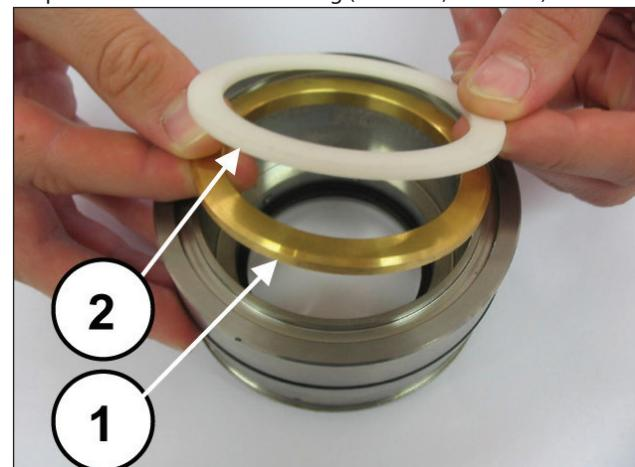
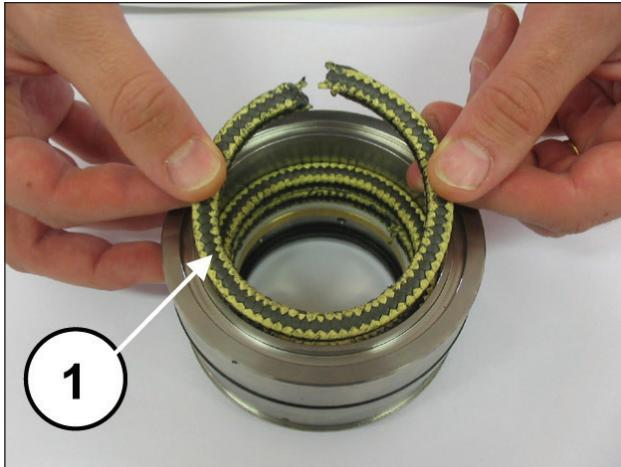
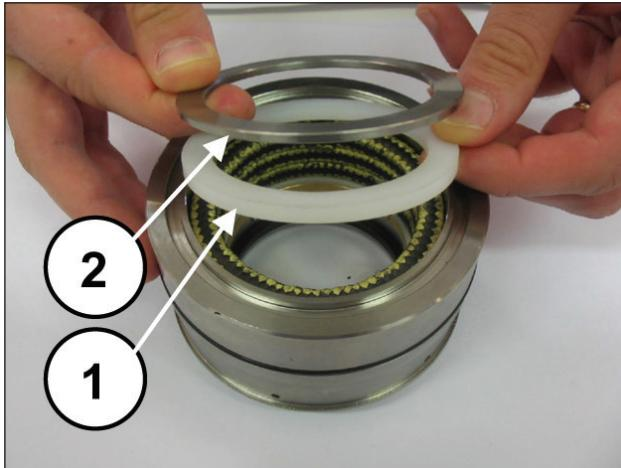

Abb. 170
Abb. 171
Abb. 172
Montieren Sie den Lagerring und den Stützring (Pos. ①②, Abb. 170) sowie die drei Stopfbuchsen. Achten Sie darauf, dass die Slitze in einem Winkel von 120° zueinander ausgerichtet sind (Pos. ①, Abb. 171), darüber hinaus den Abstreifring der Stopfbuchsen und den Federring (Pos. ①②, Abb. 172).